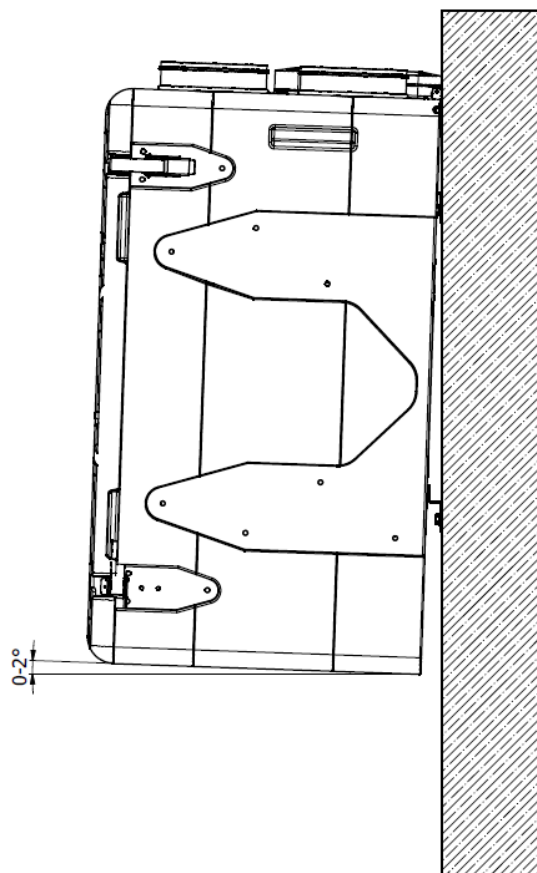

Rys. 13 – Montaż stelaża ściennego
- wszystkie elementy montażu są standardowo dostarczone: kołki rozporowe $\text{Ø}10$ mm, wkręty i podkładki $\text{Ø}10$ mm (zob. Rys. 13).